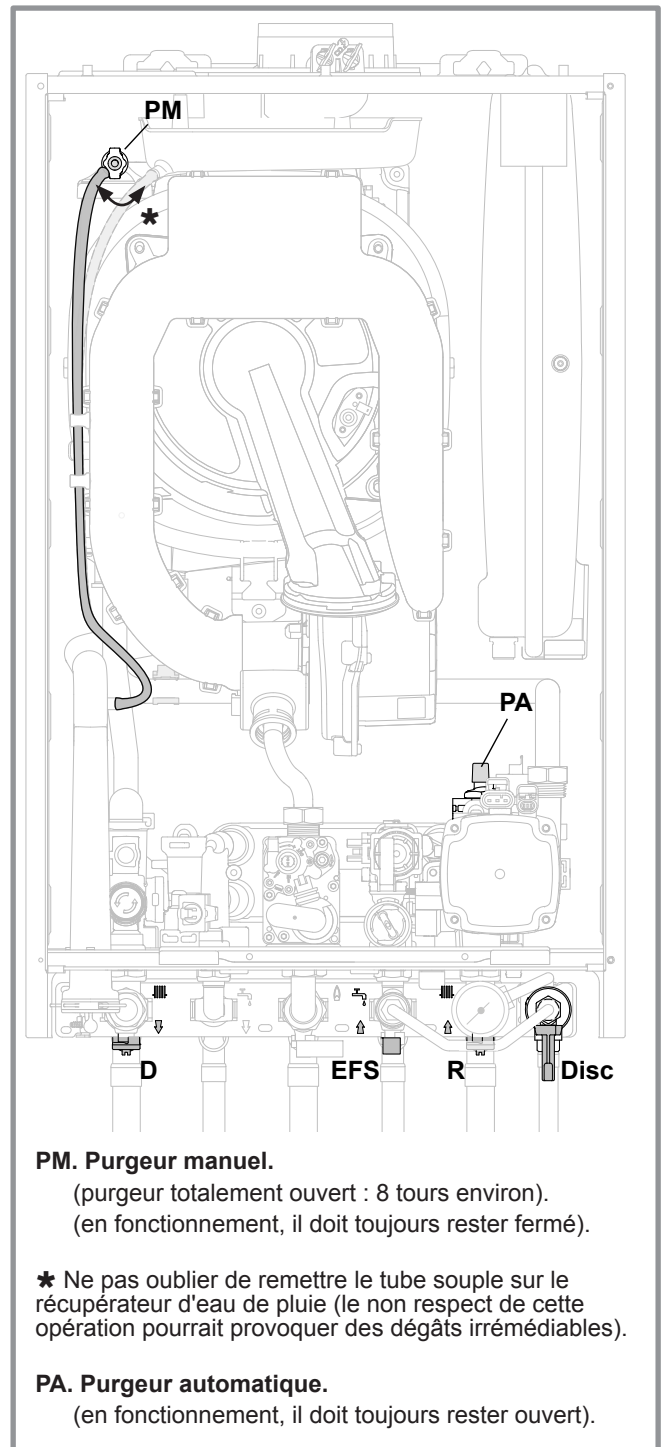

figure 22 - Purgeurs et vis de vidange
- Vérifier que le purgeur automatique (**PA**, figure 22) est totalement ouvert.